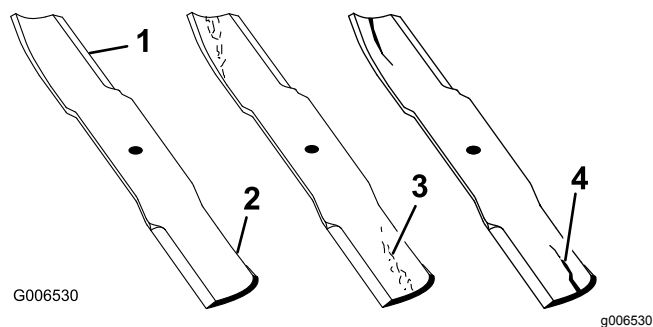

Рисунок 139
2. Осторожно осмотрите режущие кромки ножей (особенно в точке соединения плоской и изогнутой частей ножа), как показано на Рисунок 139.
Примечание: Проверяйте ножи перед эксплуатацией газонокосилки, так как песок и абразивный материал могут стачивать металл между плоской и изогнутой частями ножа. При обнаружении износа замените нож (Рисунок 139).